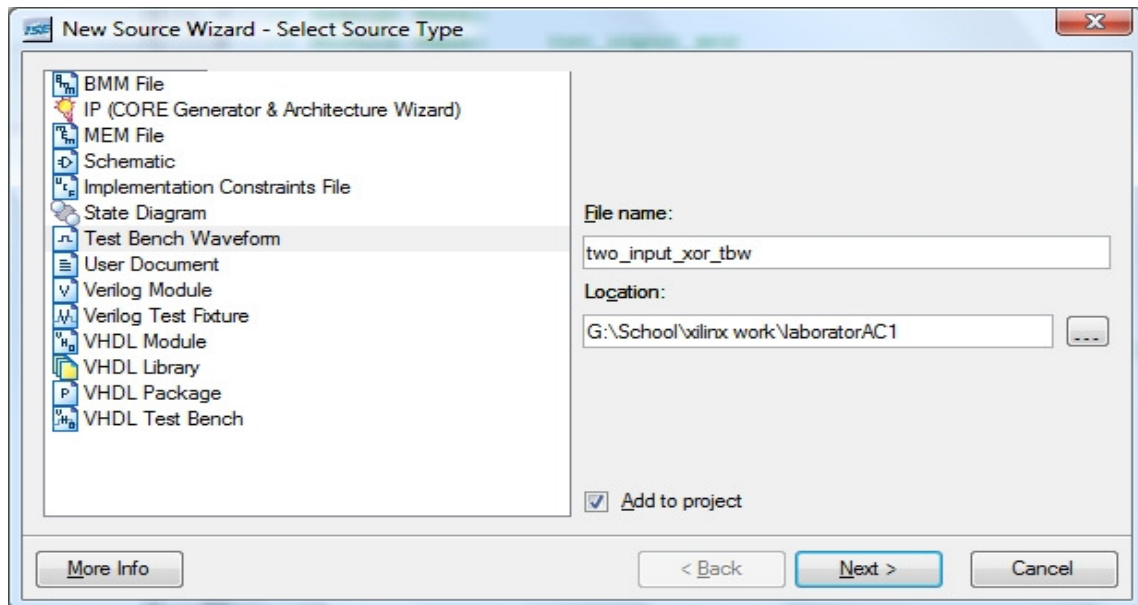

Figura 4.2
- Noua sursa va fi de tipul „Test Bench Waveform” si va purta numele sugestiv „two\_input\_xor\_tbw” ca in Figura 4.2.